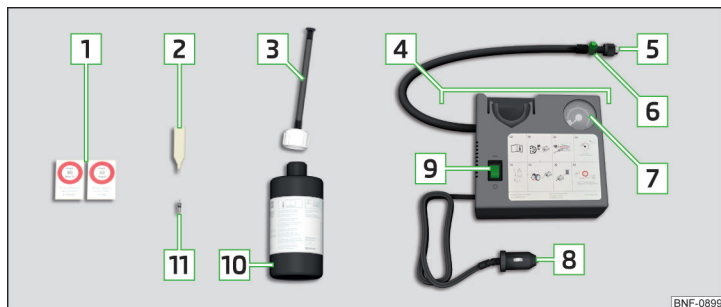

Fig. 156 Descrizione del kit per riparazioni
- Posizionare l'avvitatore/svitatore per inserti valvola **2** » fig. 156 a pag. 136 sull'inserto valvola, in modo che questo si adatti all'intaglio dell'avvitatore/svitatore.
- Avvitare saldamente sulla valvola il tubo flessibile di gonfiaggio del pneumatico **5** » **fig. 156 a pag. 136.**
- Incollare l'etichetta corrispondente **1** » **fig. 156 a pag. 136** sulla plancia, nel campo visivo del conducente.